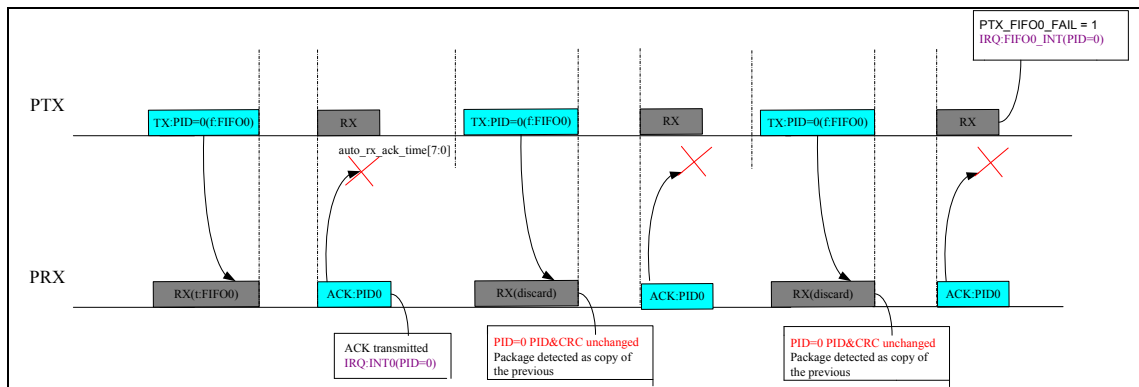

图 16-6 PTX 自动重传情况 3 中断示意图(重发超时，重发次数为 2)
- PTX 如果在 AUTO_RX_ACK_TIME 时间内没有成功接收到 PRX 发送的 ACK 信号, PTX 将自动重传上一个数据包。如重传次数超过设定次数 RE_TX_TIMES 加 1 (MISC0 寄存器的 Bit11-Bit8), INT 寄存器中的 INTn 中断标志位与 FIFO 发送指示位 PTX_FIFO_n_FAIL (FIFO_nCTRL 寄存器的 Bit15) 将同时置 '1' 指示发送失败 (详见图 16-4 至图 16-6)。